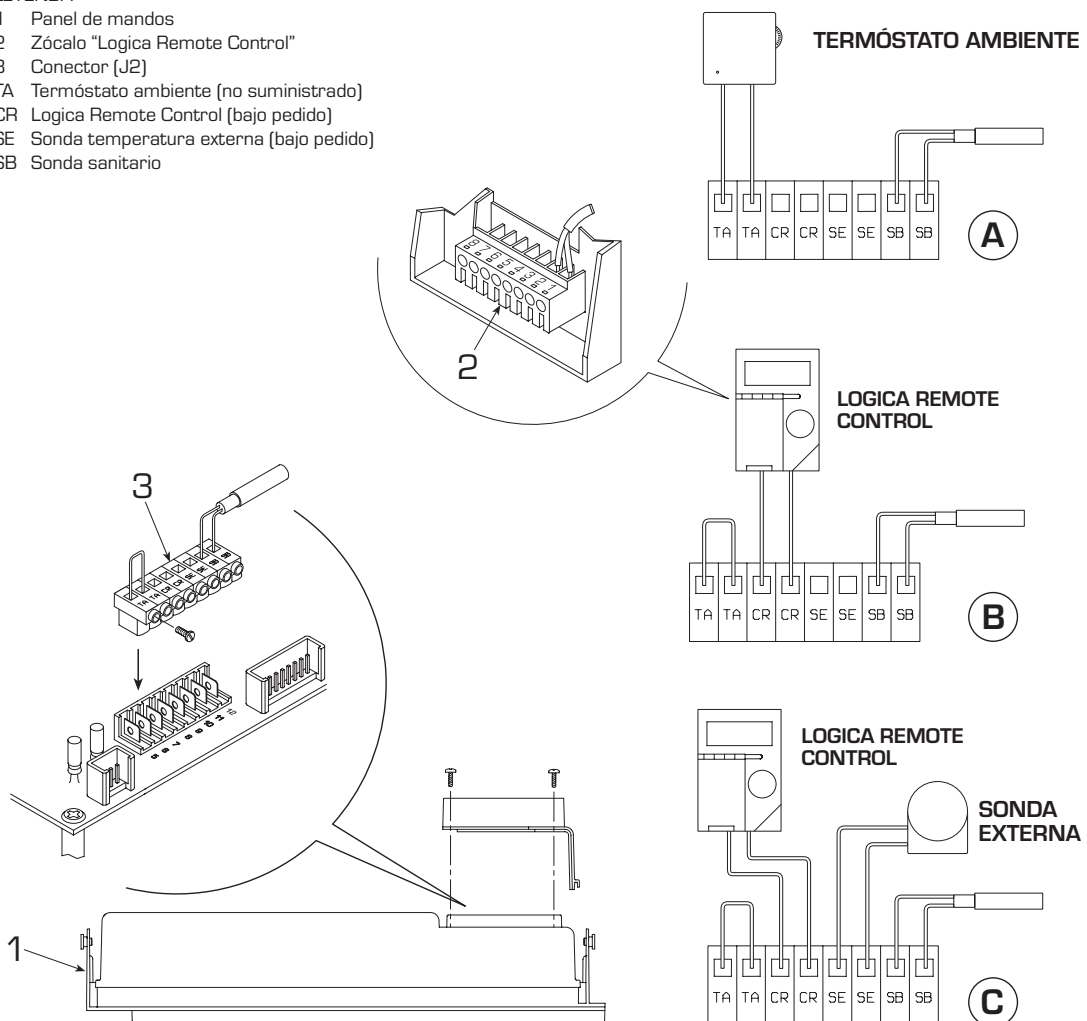

Fig. 15
2.10.1 Conexión del termóstato ambiente (fig. 15 pos. A)
2.10.2 Conexión "Logica Remote Control" (fig. 15 pos. B)
2.10.3 Conexión sonda temperatura externa (fig. 15 pos. C)